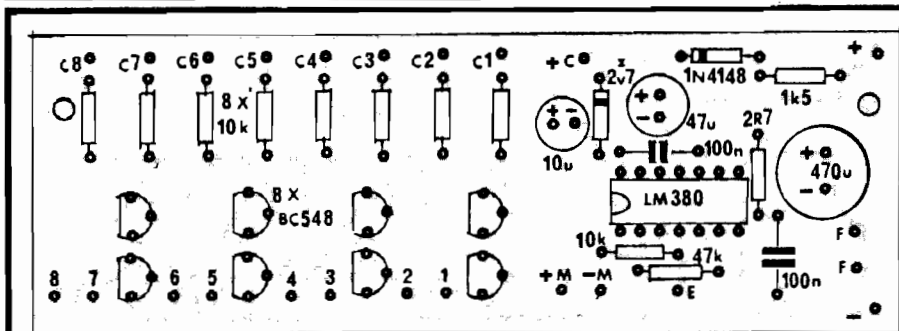

Fig.4
- FIG. 4 - CHAPEADO DA MONTAGEM DA PLACA DE APOIO - Vemos no diagrama, a placa de apoio pelo lado não cobreado, todas as peças já posicionadas. ATENÇÃO à colocação dos componentes polarizados: Integrado, transístores, diodos e capacitores eletrolíticos. CUIDADO também com o correto posicionamento dos demais componentes quanto aos seus valores... Aos principiantes recomendamos consultar - sempre que necessário - os encartes permanentes de APE: